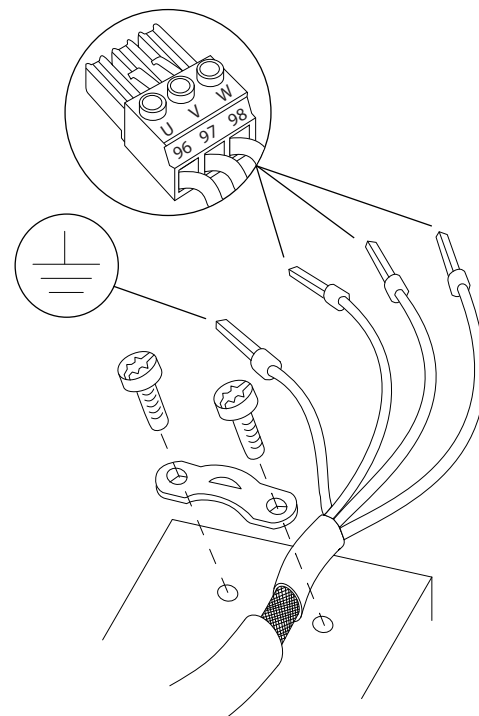

Рисунок 4.4 Подключение двигателя
3. Подключите провод заземления к ближайшей клемме заземления в соответствии с инструкциями по заземлению в *глава 4.3 Заземление*, см. *Рисунок 4.4.*
4. Подключите проводку трехфазного двигателя к клеммам 96 (U), 97 (V) и 98 (W), см. *Рисунок 4.4.*